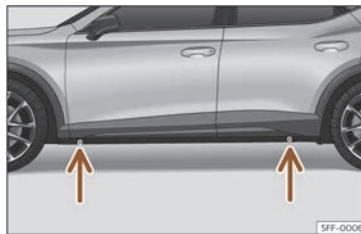

Fig. 229 Punts de suport del gat.
- Cerqueu al llarguer la marca del punt de recolzament del gat (zona enfonsada) més propera a la roda a canviar >>> fig. 229.